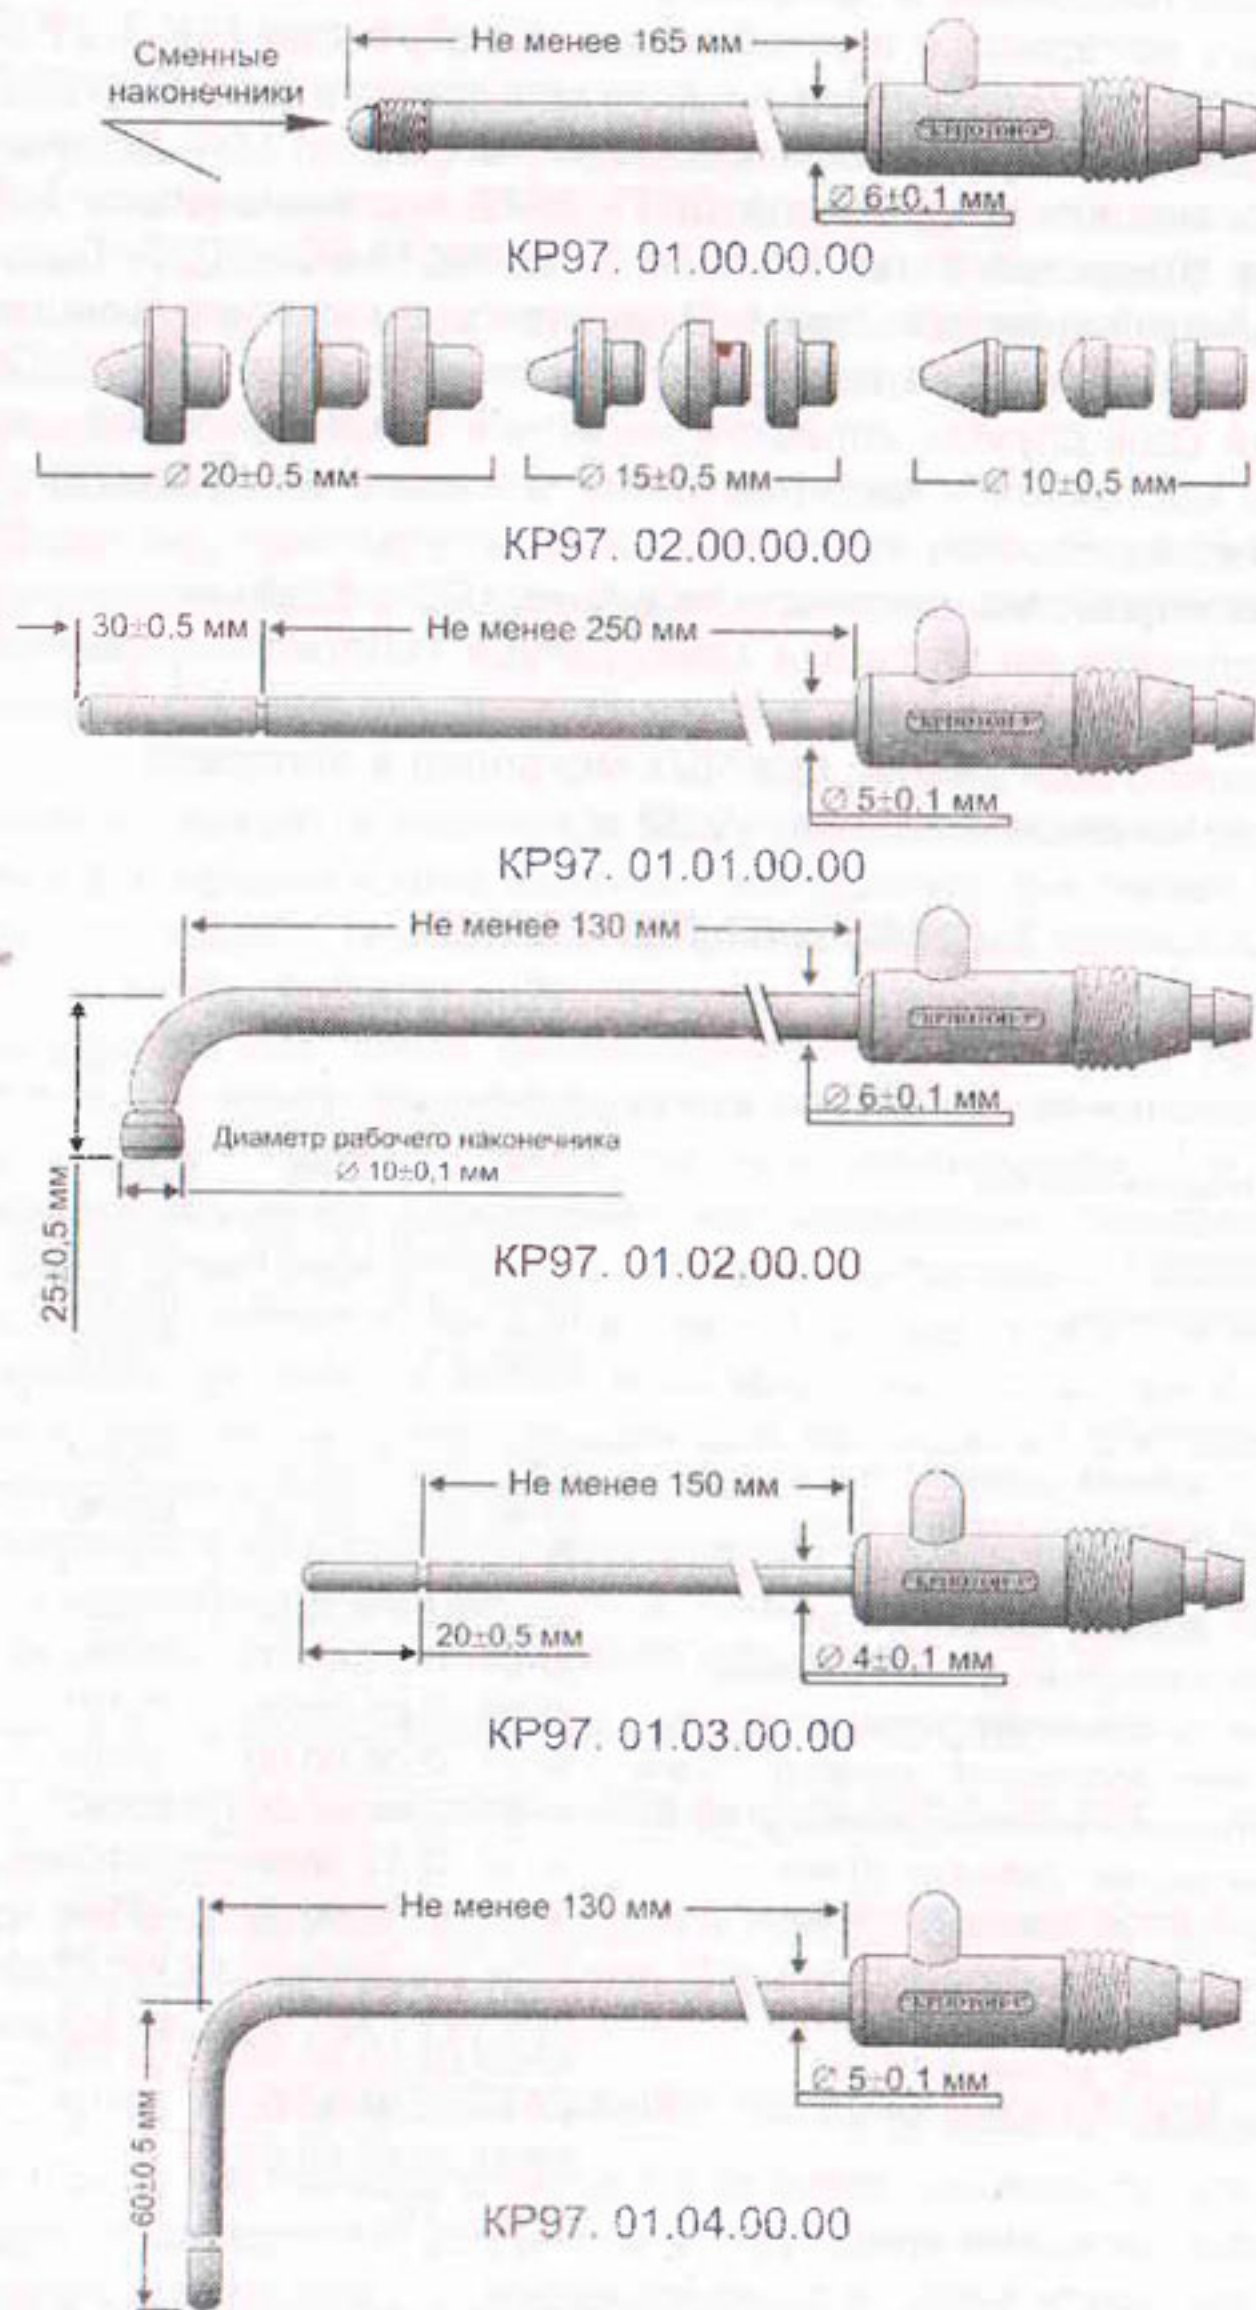

Рисунок 1 Габаритные размеры криоинструментов и наконечников.
- габаритные размеры криоинструментов в соответствии с рис. 1;
2.4 При однократном 5-минутном криовоздействии (аппликационном или пенетрационном для криоинструментов с плоской или выпуклой рабочей поверхностью соответственно) на модельную среду аппарат обеспечивает диаметр зоны замораживания, не менее $(16 + D)$ мм, где D - диаметр рабочей поверхности криоинструмента (см. рис.1).